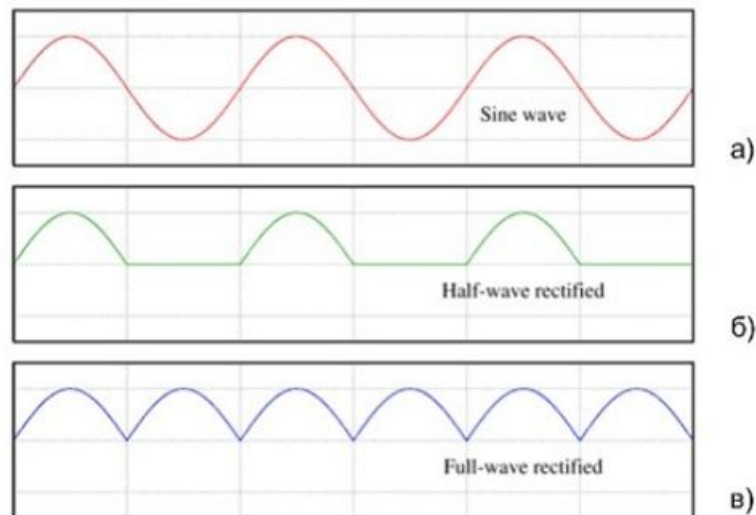

Рисунок 15.4 – До пояснення частоти пульсацій: вхідна синусоїдна напруга (а); однопівперіодне випрямлення (б); двопівперіодне випрямлення (в)
– **частотою пульсацій**. Якщо період випрямленої напруги дорівнює періоду напруги мережі, то випрямляч називають **однопівперіодним**. Якщо частота пульсацій вдвічі більша за частоту напруги мережі, то випрямляч називають **двопівперіодним** (рис. 15.4);